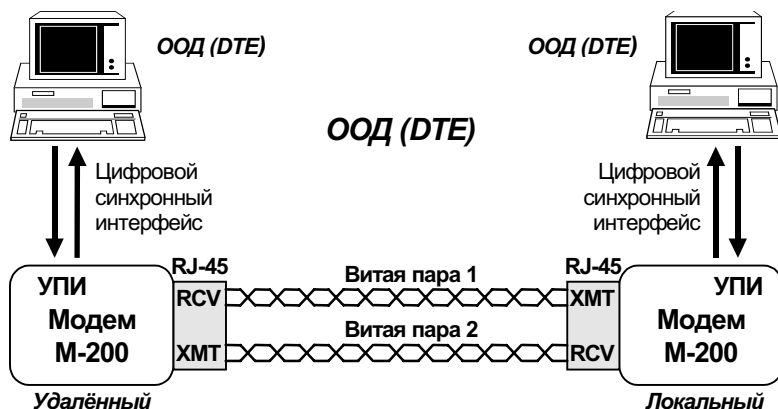

Рис. 10. Схема соединения модемов
Соединение модемов для организации дуплексного канала связи приведено на Рис. 10. Назначение контактов линейного разъема приводится в приложении (см. Приложение 3). В качестве линейного разъема применяется восьмиконтактная вилка **RJ-45**, но допускается применение и четырехконтактной вилки **RJ-11**. В последнем случае контакты, предназначенные для подключения контура грозозащитного заземления, не используются.
1. Соединить модемы в соответствии со схемой, приведенной на Рис. 10 (стр.19);